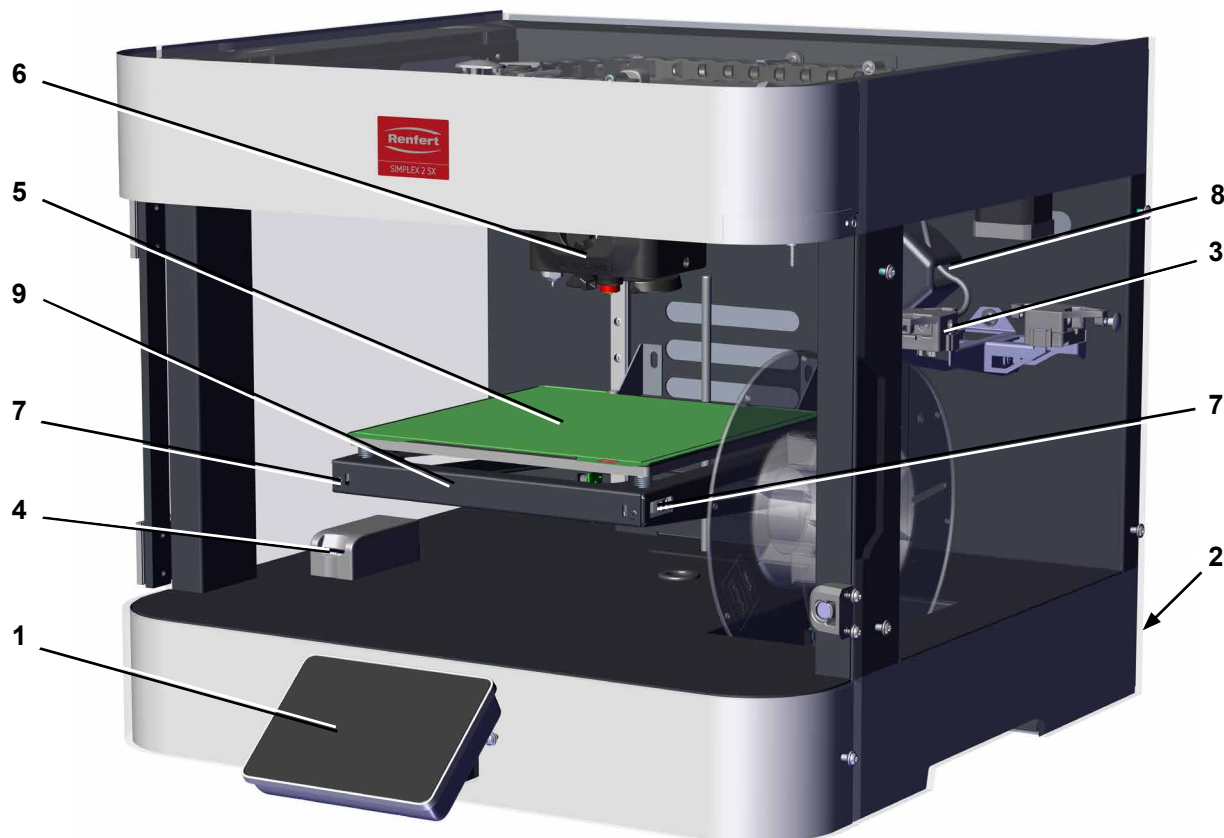

Fig. 1
Assicurarsi che l'interruttore ON/OFF (2, Fig. 1) sia in posizione OFF (O).
- ⇒ Inserisca il cavo di rete nell'attacco di rete (2, Fig. 1) sul retro dell'unità.
- ⇒ Accenda l'unità con l'interruttore On/Off (2, Fig. 1) sul retro dell'apparecchio.